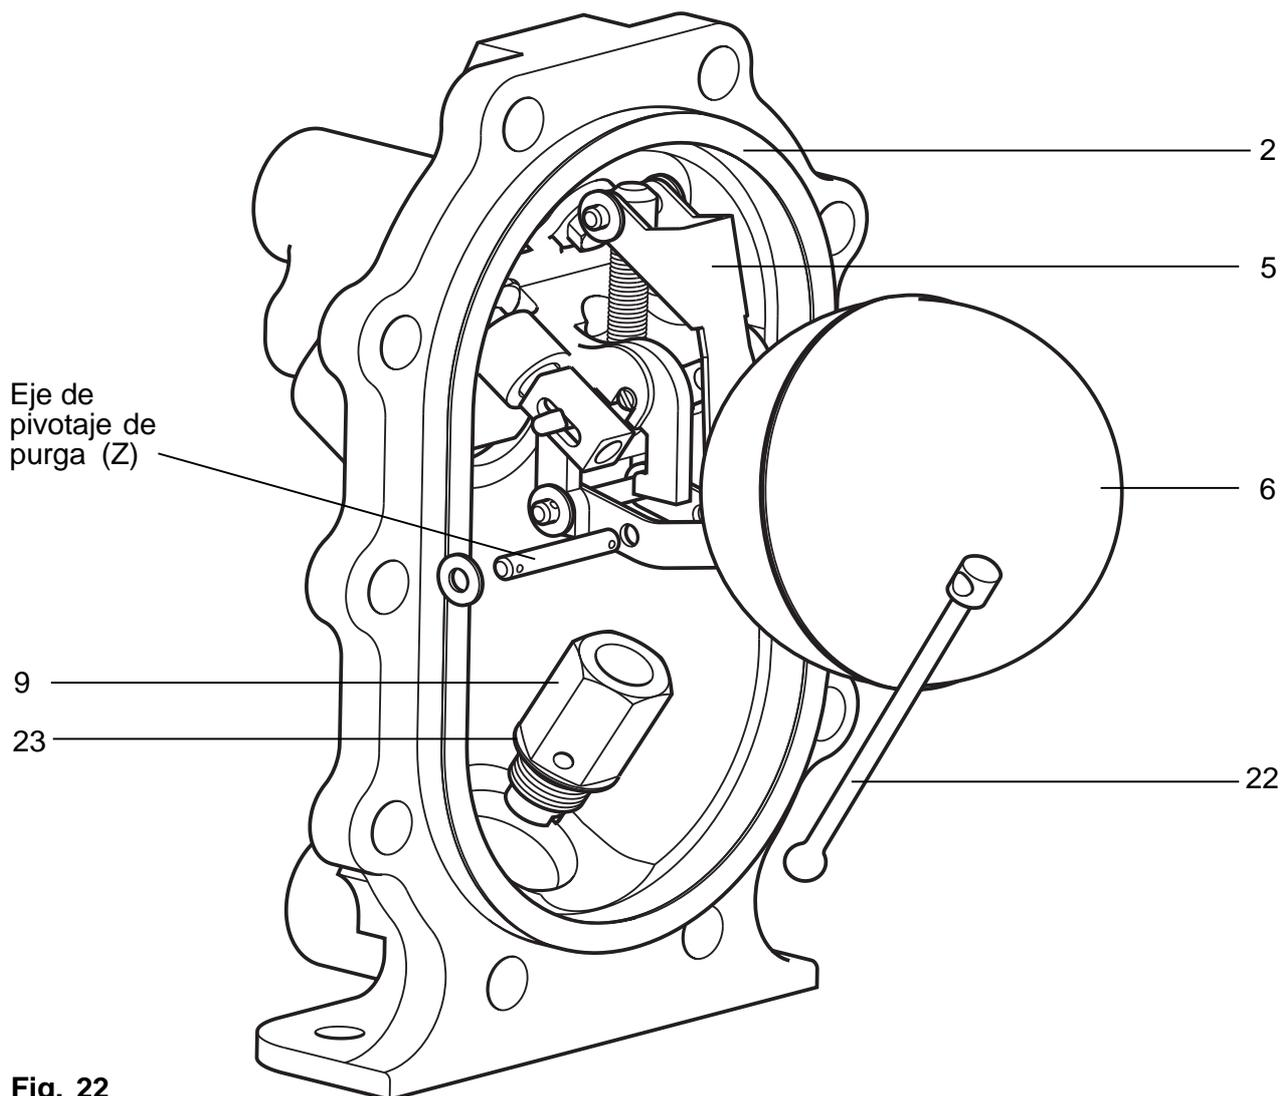

Fig. 22
3. Con cuidado monte una junta nueva (item 2) en el cuerpo.
4. Desmonte el pasador, arandela y eje de pivotaje de purga (Z) (ver Fig. 22).
5. Desmonte la viela de la válvula purgador (item 22) del mecanismo.
6. Ahora el flotador y palanca (items 5, 6) pueden bascular para permitir el acceso al conjunto de purga y válvula de retención.
7. Con la llave de 24 mm desenrosque el conjunto de purga y válvula de retención (item 9).
10. Antes de montar un nuevo mecanismo, limpie el alojamiento de purga en la tapa, asegurándose de eliminar la suciedad y las incrustaciones, y colocar una junta nueva (item 23).